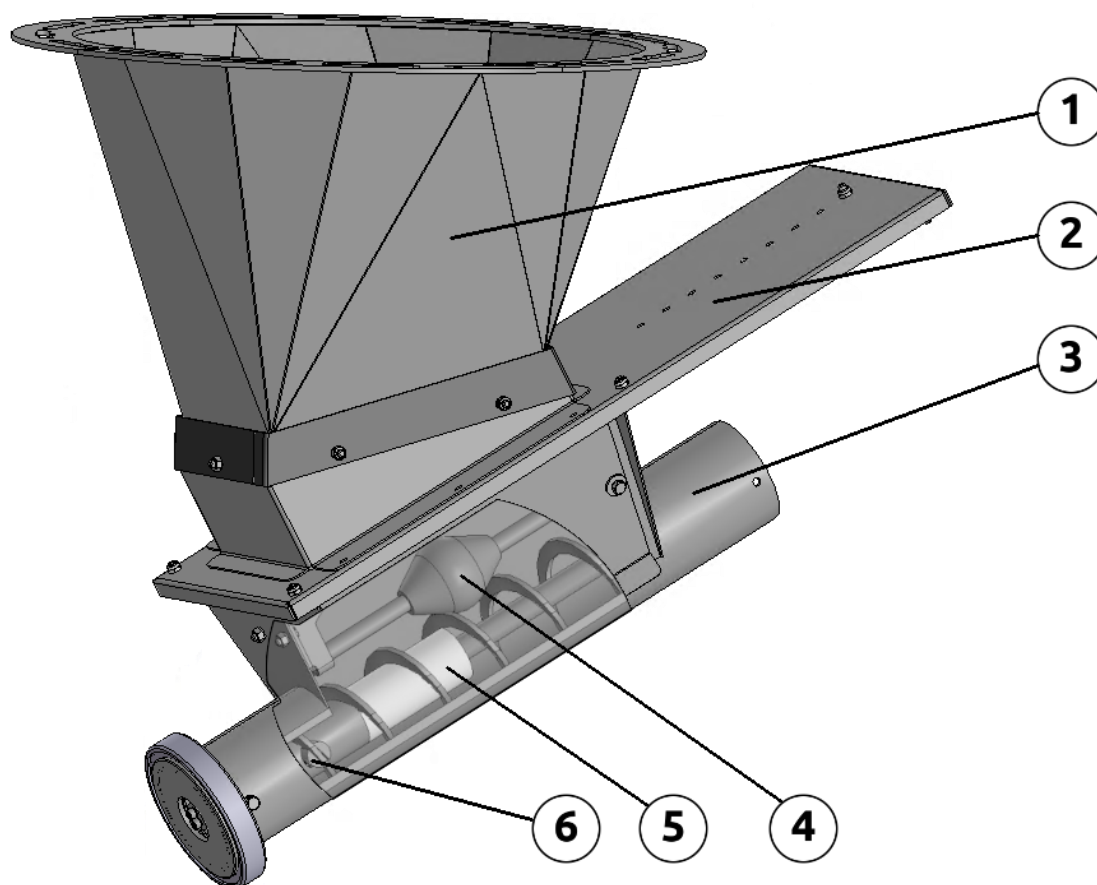

Рисунок 2.3
Приемник кормов состоит из 3-х частей (рис. 2.3): переходник (1), шибер (заслонка) (2) и поддон (3).